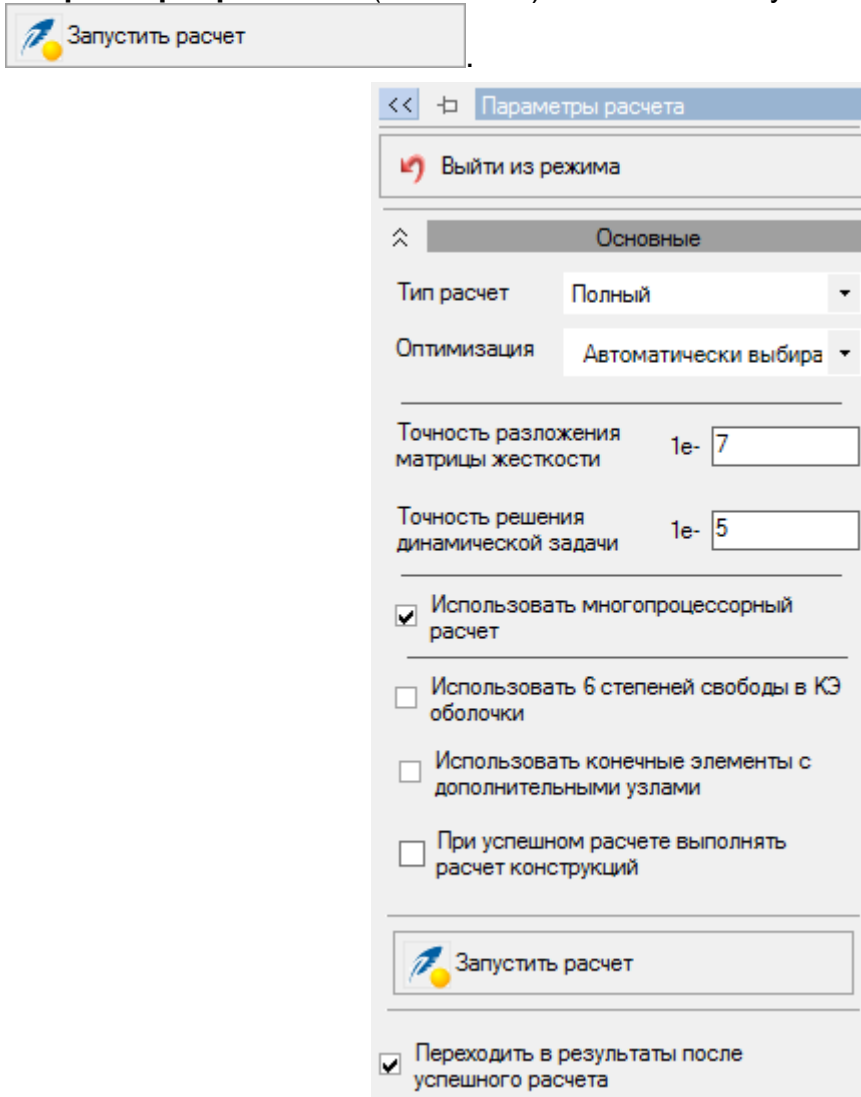

Рис. 3.46 Панель активного режима выполнения расчета
- **«Параметры расчета»** (Рис. 3.46) оставляем по умолчанию и нажимаем на кнопку